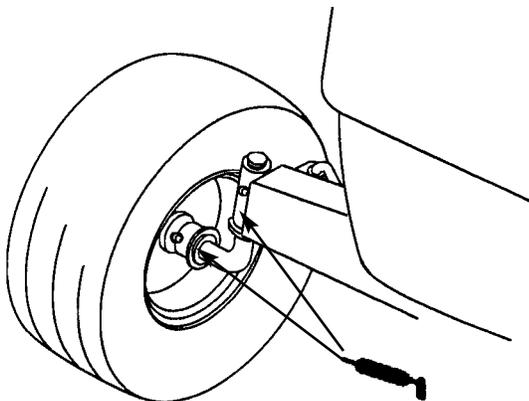

Bild 13
1. Die Vorderräder schmieren, bis das Fett aus den Lagern zu quellen beginnt (Bild 13).